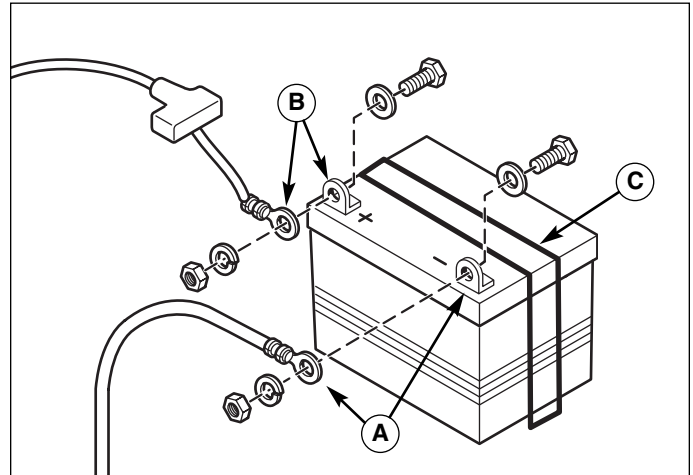

Abb. 17. Batterie
1. Die Kabel, beginnend mit dem negativen Kabel, von der Batterie trennen (A, Abb. 17).
2. Batterieniederhalter (C) und Batterie entfernen.
5. Die Batterie wieder in das Batteriefach einsetzen und mit dem Batterieniederhalter (C) sichern.
6. Die Batteriekabel, beginnend mit dem positiven Kabel, wieder anbringen (B).